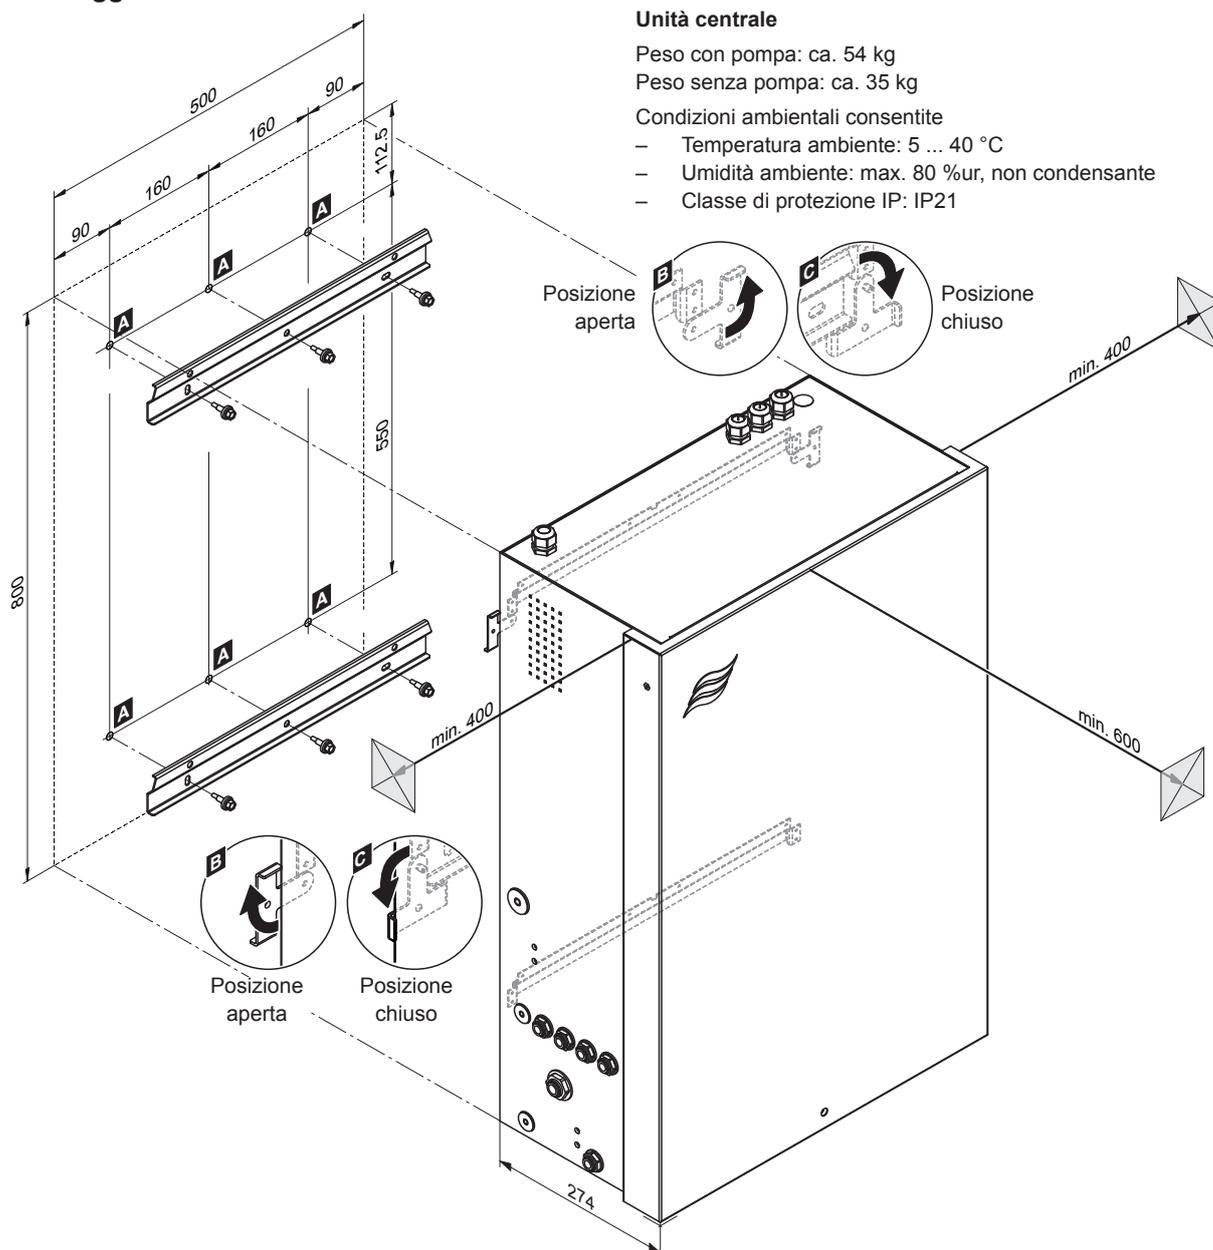

Fig. 34: Montaggio dell'unità centrale - dimensioni in mm
3. Ruotare entrambe le linguette di arresto sulla parete posteriore dell'unità centrale verso l'esterno (posizione aperta, vedere il Dettaglio "B" nella Fig. 34).
4. Agganciare l'unità centrale ai supporti per parete. Successivamente, ruotare entrambe le linguette di arresto sulla parete posteriore dell'unità centrale verso l'interno (posizione chiusa, vedere il Dettaglio "C" nella Fig. 34) per fissare l'unità centrale al supporto per parete superiore.